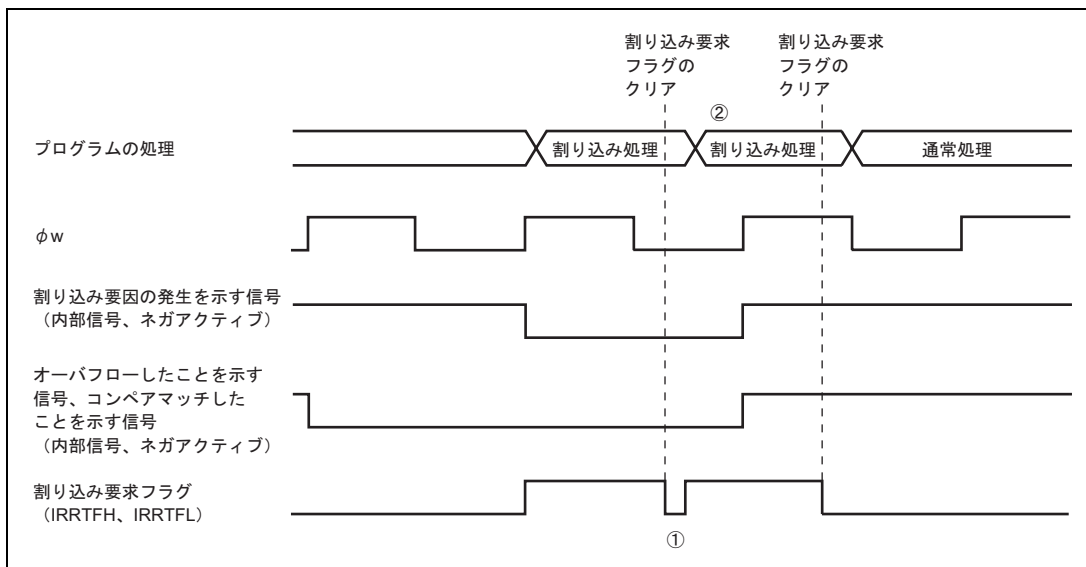

図 9.7 割り込み要因の発生を示す信号が有効なときに割り込み要求フラグのクリアを行った場合
内部クロックとして $\phi_w/4$ を選択した場合、「割り込み要因の発生を示す信号」の制御は ϕ_w で行われるため、この信号は ϕ_w の幅出力されます。また、「オーバーフローしたことを示す信号」および「コンペアマッチしたことを示す信号」の制御は、 ϕ_w の 2 周期分の信号で行われるため、これらの信号は ϕ_w の 2 周期の幅出力されます (図 9.7)。
アクティブ (高速、中速) モードにおいて、「割り込み要因の発生を示す信号」が有効な間は、割り込み要求フラグをクリアしても、すぐにまた割り込み要求フラグがセットされます (図 9.7-①)。
割り込み要求フラグをクリアしても、すぐにまた割り込み要求フラグがセットされるため、1回のタイマFH、タイマFL割り込みに対し割り込み処理が複数回行われることがあります（図9.7-②）。